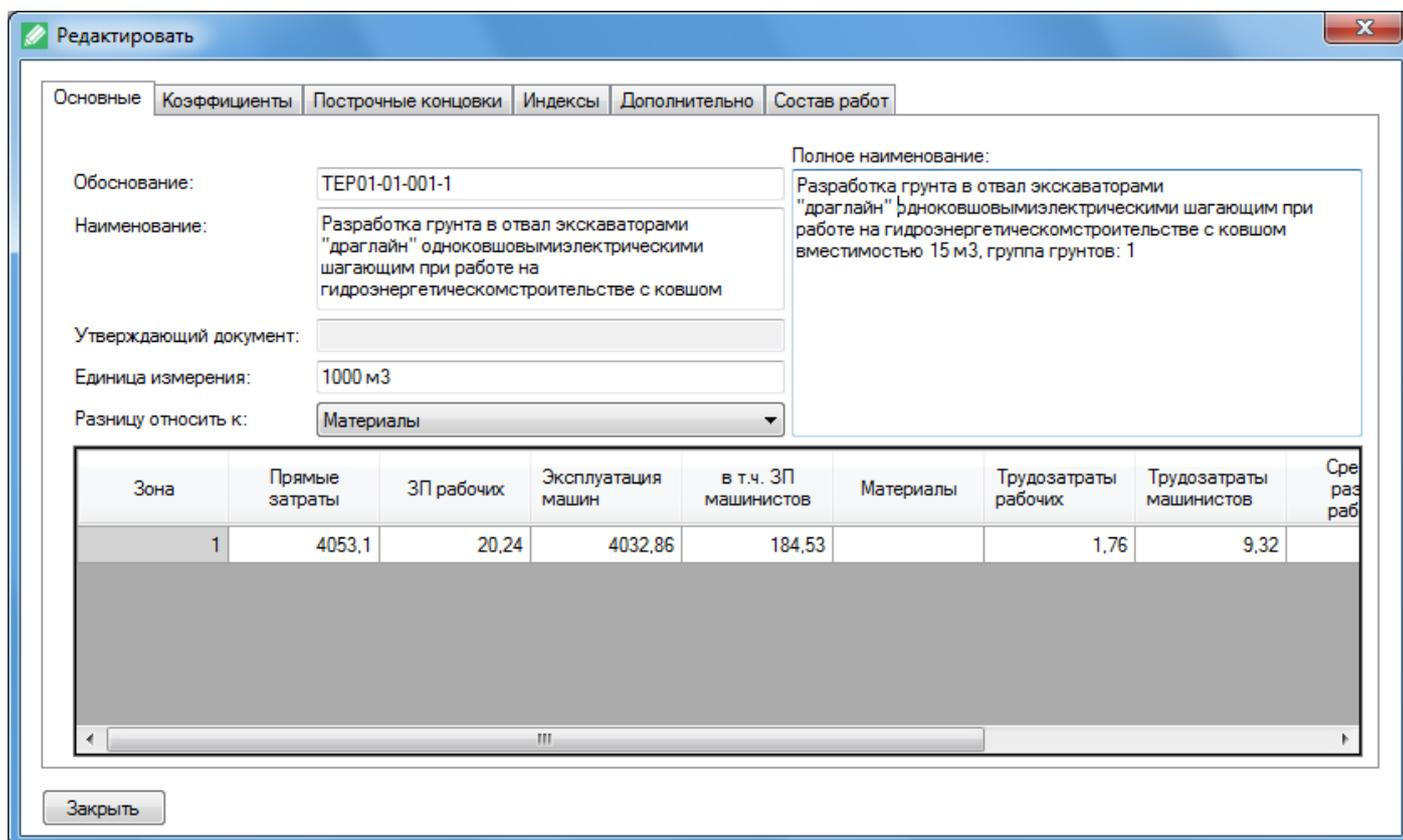

Рис. 3.8. Информация по расценке
**Редактировать**  на панели инструментов или щелкните два раза правой кнопкой мыши по нужной расценке. В отдельном окне появится полная информация о текущей расценке (рис. 3.8).
В этом окне выводится титульная информация о расценке (рис. 3.8). Информация разбита на *Обоснование*, *Наименование*, *Полное наименование*, *Утверждающий документ*, *Единица измерения* и *Составляющие прямых затрат*.